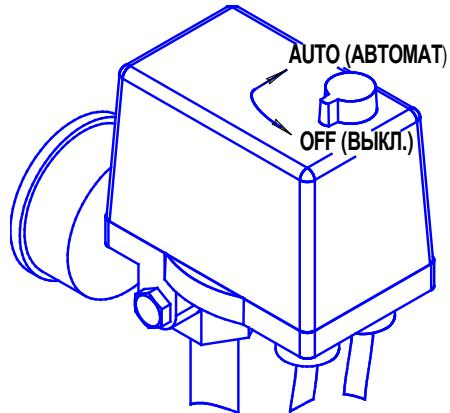

Рисунок 4
- 1 Проверьте, чтобы выключатель на прессостате находился в выключенном положении "OFF" (см. рисунок 4).
Для пуска компрессоров СБ4/C-50.LB30, СБ4/C-100.LB30, СБ4/C-100.LB30B, СБ4/C-200.LB30 после срабатывания защиты выполните следующие действия: после того, как двигатель остынет до допустимой температуры переключите выключатель на прессостате в положение "OFF" (см. рисунок 4), а затем включите компрессор переключив выключатель в положение "AUTO".